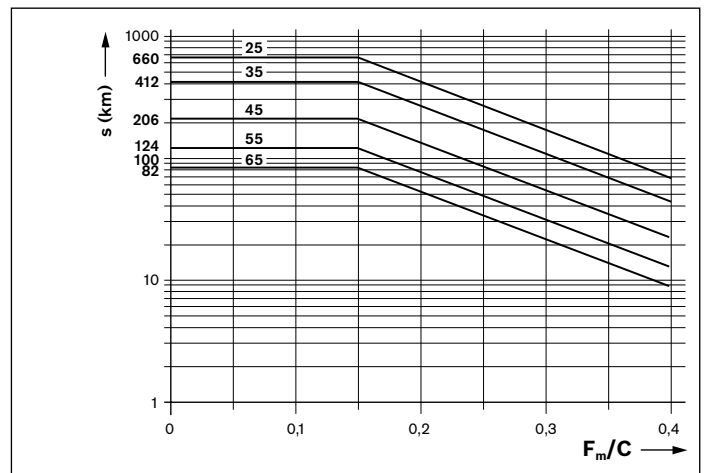

Figure 2 : Intervalle de relubrification
- ▶ Injecter la quantité minimale indiquée dans le tableau 4 dans le raccord de lubrification avant l'atteinte de l'intervalle de relubrification (figure 2).
- ▶ Injecter la quantité minimale indiquée dans le tableau 4 dans chaque raccord de lubrification avant l'atteinte de l'intervalle de relubrification (figure 2). Déterminer le nombre d'impulsions nécessaire à cet effet et la cadence de lubrification de la même manière que pour la relubrification (course normale).
Remarques : Le nombre d'impulsions nécessaire à cet effet est le quotient en nombre entier déterminé à partir de la quantité de relubrification minimale indiquée dans le tableau 4 et de la taille de distributeur à piston sélectionnée indiquée dans le tableau 5. La plus petite taille de distributeur à piston admissible ne dépend pas de la position de montage. La cadence de lubrification conformément à la formule 1 est déterminée en divisant l'intervalle de relubrification (selon figure 2) par le nombre d'impulsions déterminé (cf. exemple de conception).
- s = Intervalle de relubrification selon la figure 2 (km)
- C = Capacité de charge dynamique (N)
- F_m/C = Charge des roulements équivalente dynamique (N)